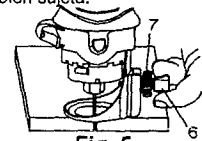

Fig. 5
1. Ajuste la profundidad de la bancada de manos libres aflojando la perilla del medidor de profundidad (6) y girando la perilla de ajuste (7) para subir o bajar la bancada según se requiera (vea la fig. 5).
4. Ajuste la profundidad de la bancada tal como en la fig. 5.
2. Ajuste la profundidad de la broca espiral $\frac{1}{8}$ " más allá del grosor del material que va a cortar (vea la Fig. 5).